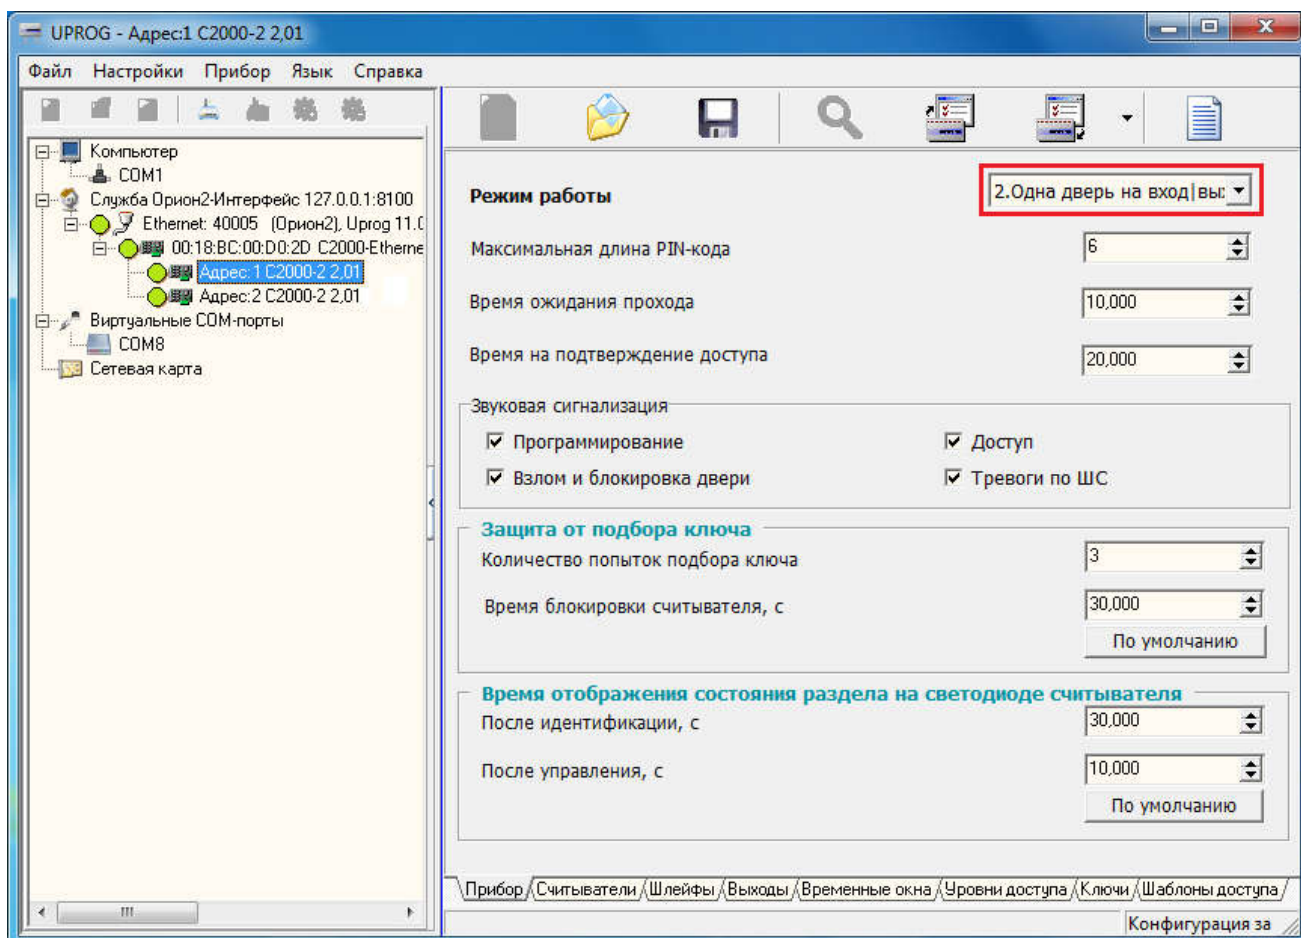
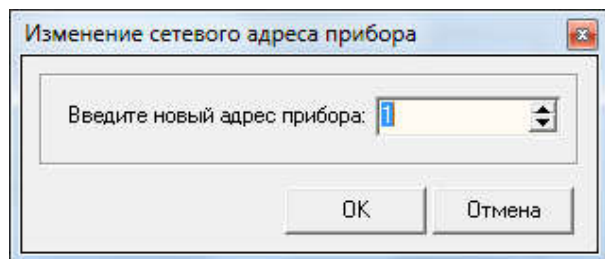
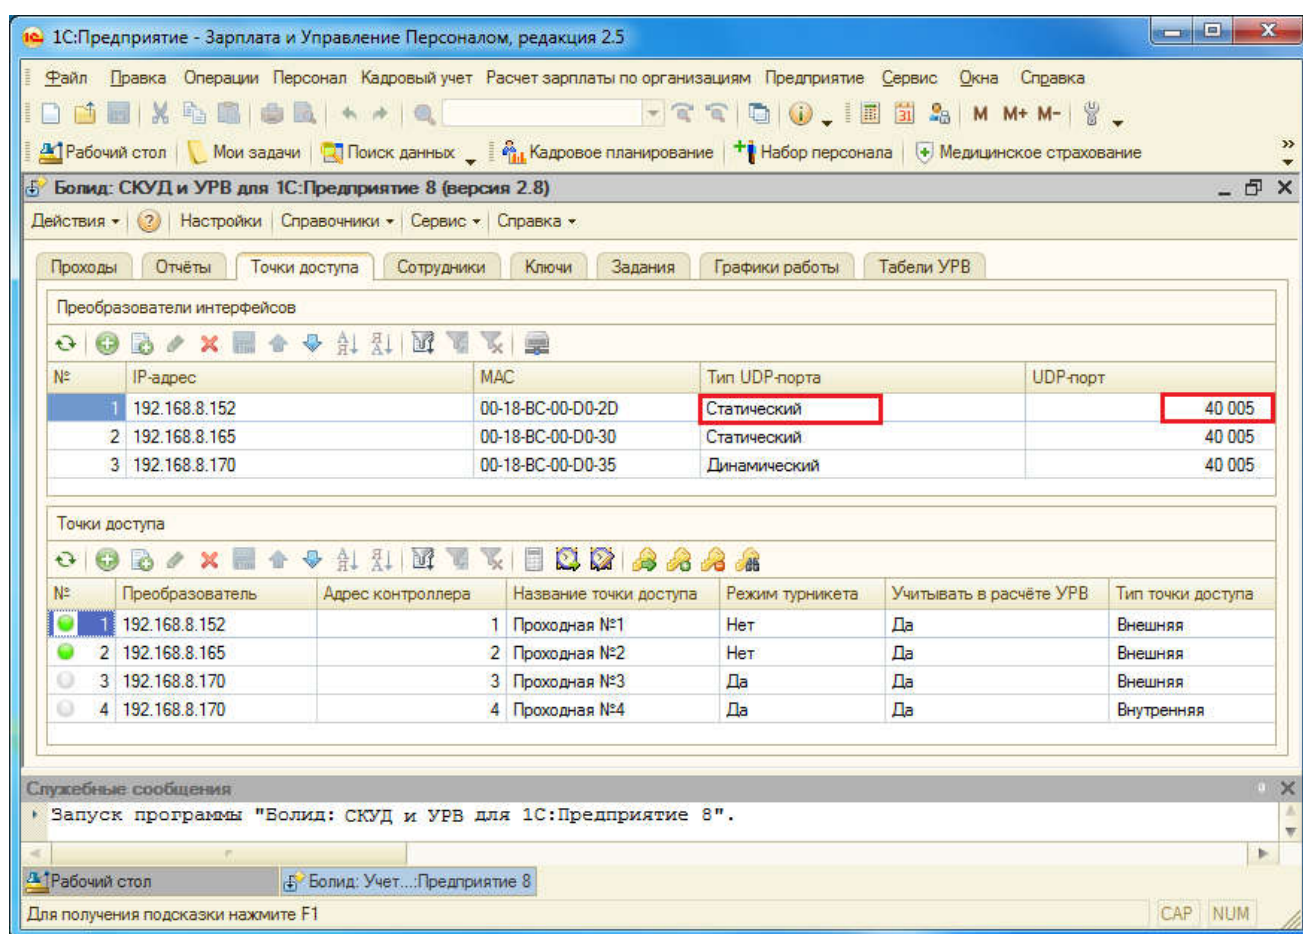

Рис. 11. Конфигурирование контроллера доступа C2000-2, закладка «Прибор».
Рис. 13. Изменение сетевого адреса контроллера доступа С2000-2.
Рис.15. Программа «Болид: СКУД и УРВ для 1С:Предприятие 8», страница «Точки доступа».
6) Сконфигурировать контроллер доступа С2000-2. На закладке «Прибор» (см. рисунок 11) установить режим работы «Одна дверь на вход\выход» либо «Турникет». Эта настройка должна соответствовать параметру точки доступа программы «СКУД и УРВ для 1С» (см. рисунок 15), где в колонке «Режим турникета» устанавливается значение «Нет» или «Да».
Изменение сетевого адреса контроллера доступа С2000-2 выполняется из главного меню программы «UProg» путём выбора пункта меню «Прибор→Изменение сетевого адреса». В открывшемся окне (см. рисунок 13) задаётся сетевой адрес прибора в диапазоне 1..127. Этот же адрес задаётся в параметрах точки доступа программы «СКУД и УРВ для 1С» (см. рисунок 15), в колонке «Адрес контроллера»;
- На закладке «Точки доступа» добавить сначала преобразователи интерфейсов, затем, точки доступа (предварительно сконфигурированные и подключенные контроллеры доступа). Тип UDP-порта установить значением «Статический», UDP-порт – значением 40005. Сохранить настройки и перезапустить службу «Орион2-Интерфейс» и программу «СКУД и УРВ для 1С». Если все выполнено правильно, то напротив каждой точки доступа будет видна индикация в виде зеленого кружка (см. рисунок 15).